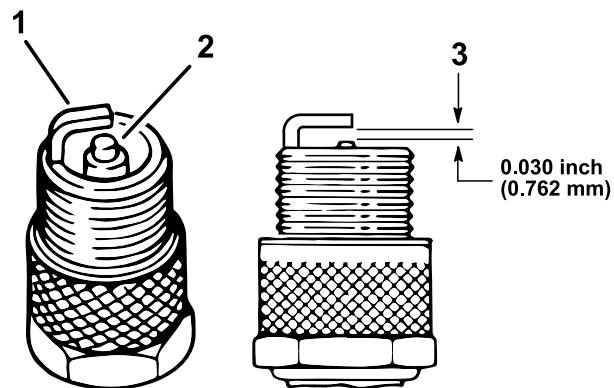

Bild 37
4. Prüfen Sie den Zustand der Seitenelektrode, der zentralen Elektrode und der Isolierung um die zentrale Elektrode, um sicherzustellen, dass nirgendwo Defekte aufgetreten sind (Bild 37).
5. Stellen Sie den Abstand zwischen der mittleren und seitlichen Elektrode auf 0,762 mm ein, wie in Bild 37 abgebildet.